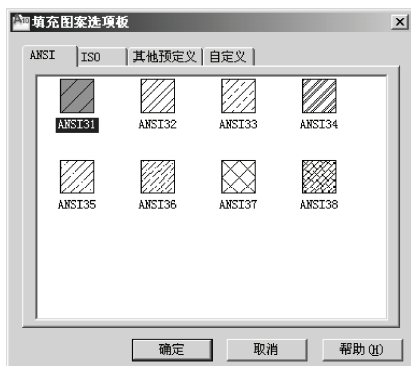

图 5-2 “填充图案选项板”对话框
(2) 图案：该下拉列表框显示了目前图案名称。单击向下的小箭头会列出图案名称，可以选择一种填充图案，如果希望的图案不在显示出的列表中，可以通过滑块上下搜索。如果单击了图案右侧的按钮 ，则弹出图 5-2 所示的“填充图案选项板”对话框。4 个选项卡可以切换到不同类别的图案集中。从中选择一种图案进行填充操作。
(3) 样例：显示选择的图案样式。点取显示的图案样式，同样会弹出“填充图案选项板”对话框。